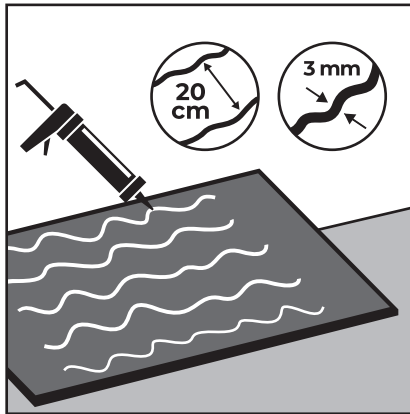

Figure 3
1. First place the panel on the work table with the non-printed side up, remove the protective film, apply the recommended adhesive (Figure 3) taking into account that the thread should be no less than 1/8 inch thick (Figure 3a), this can be controlled by the diameter of the hole in the cartridge applicator
1. Placez tout d'abord le panneau sur la table de travail avec la face non imprimée orientée vers le haut, retirez le film de protection, appliquez l'adhésif (Figure 3) recommandé en tenant compte du fait que le cordon ne doit pas être inférieur à 1/8" (3 mm) d'épaisseur (Figure 3a). Ceci peut être contrôlé par diamètre du trou dans l'applicateur à cartouche.